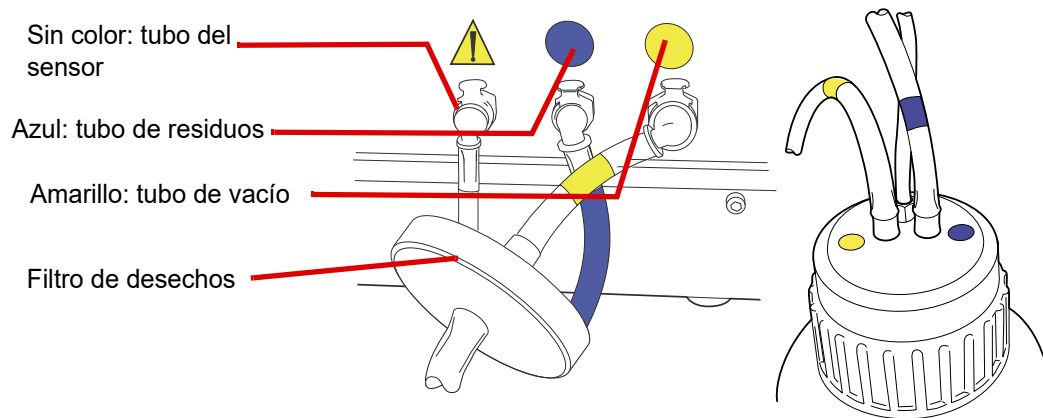

Figura 8-18 Conexiones de los tubos del frasco para residuos
- Coloque las tres conexiones del frasco para residuos en la parte trasera del procesador ThinPrep Genesis. Consulte la Figura 8-18. Asegúrese de que los botones de los conectores estén abajo/hacia adentro.